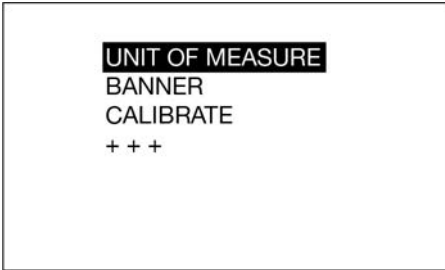

FIG. 18
- Une fois l'option END (Terminer) sélectionnée, l'écran suivant (FIG. 18) s'affiche.